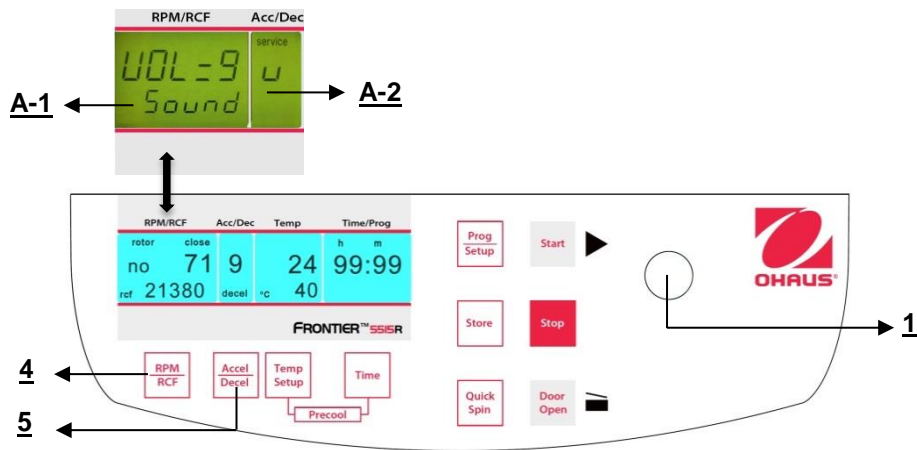

Abbildung. 34
Fahren Sie fort wie unter Punkt 4.1.2 beschrieben, um in den Programmmodus einzutreten und drücken Sie dann die Taste "**Accel/Decel**" (5). Auf der Anzeige "**Acc/Dec**" (A-2) blinkt das Wort "**Service**". Wählen Sie nun den Buchstaben "**U**" mit Hilfe des Anpassungsknopfes (1). Als Ergebnis erscheinen auf der Anzeige "**RPM | RCF**" (A-1) die Worte "**Vol=0- 9/Sound**". Nach dem Drücken der Taste "**RPM | RCF**" (4), können Sie die gewünschte Lautstärke zwischen 0 (leise) und 9 (laut) mit dem Anpassungsknopf (1) anpassen (siehe Abbildung 34).